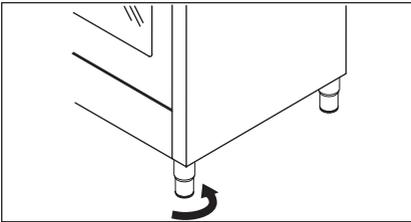

fig. 5
- **Dosseret 1** (s'il est prévu). Pour installer cet accessoire, desserrer les vis 2 positionnées dans la partie postérieure de la table de travail et fixer la levée comme indiqué dans la fig. 5